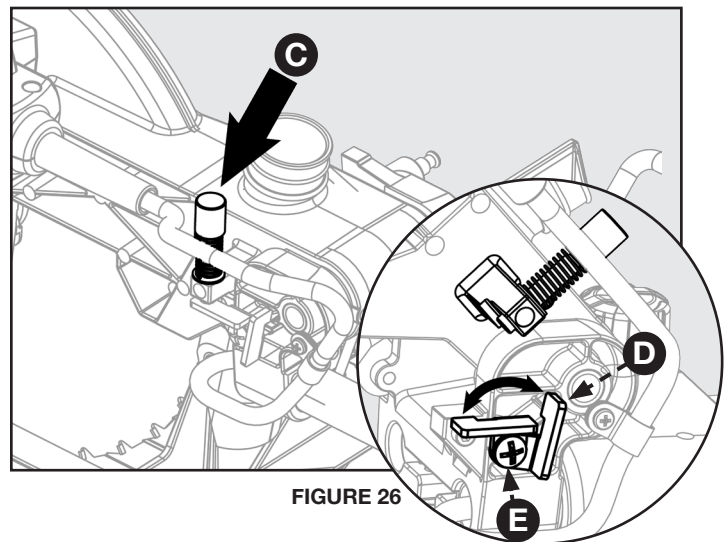

FIGURE 26
Reportez-vous à la Figure 26 et suivez ces instructions afin de régler l'arrêt de profondeur à une profondeur de coupe spécifique: Utilisez un tournevis Phillips pour desserrer la vis (E), puis tournez le support d'arrêt (D) dans le sens inverse des aiguilles d'une montre en position de descente. Assurez-vous de resserrer la vis (E). La profondeur de coupe peut maintenant être réglée en tournant la vis de réglage de profondeur (C). Reportez-vous à la figure 26 et suivez ces instructions pour effectuer une coupe transversale: Utilisez un tournevis Phillips pour desserrer la vis (E), puis tournez le support d'arrêt (D) dans le sens des aiguilles d'une montre jusqu'à la position haute. Assurez-vous de resserrer la vis (E).